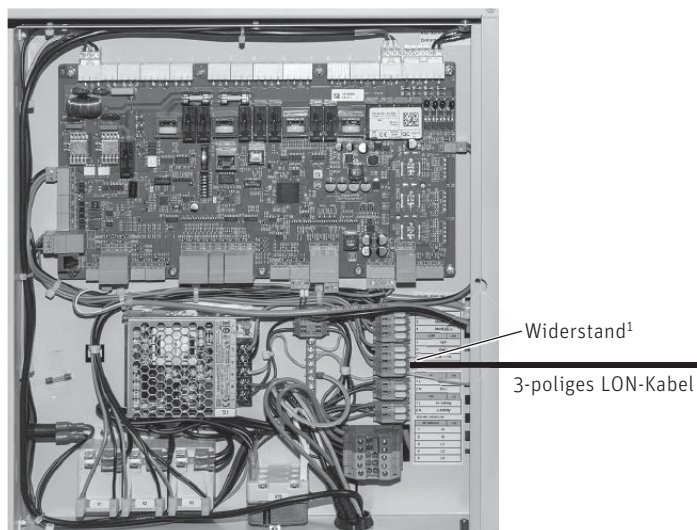

Fig. 29 LON-Verbindung zu den Funktionsmodulen (Regelung MES INFINITY)
- ▶ Der Widerstand beim LON-Anschluss und die Brücken bei den Sicherheitskomponenten müssen nur entfernt werden, wenn ein Anschluss erfolgt Fig. 29, Fig. 31.